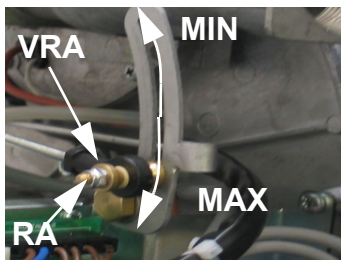

Fig. 55
- 4 Fig. 55
- 5 "Мощность при розжиге". (Fig. 55)